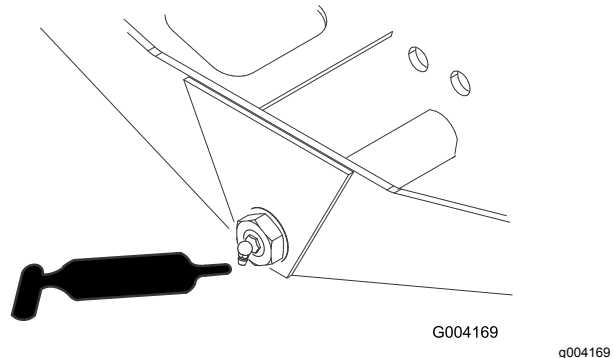

Рисунок 32
- Ось поворота моста (1 шт.) —Рисунок 32